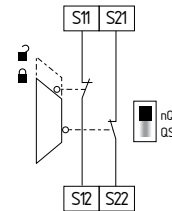

Fig. 13
**Circuito de monitorização de porta de proteção de dois canais dispositivos de interrupção conforme EN ISO 14119 (ver Fig. 13)**